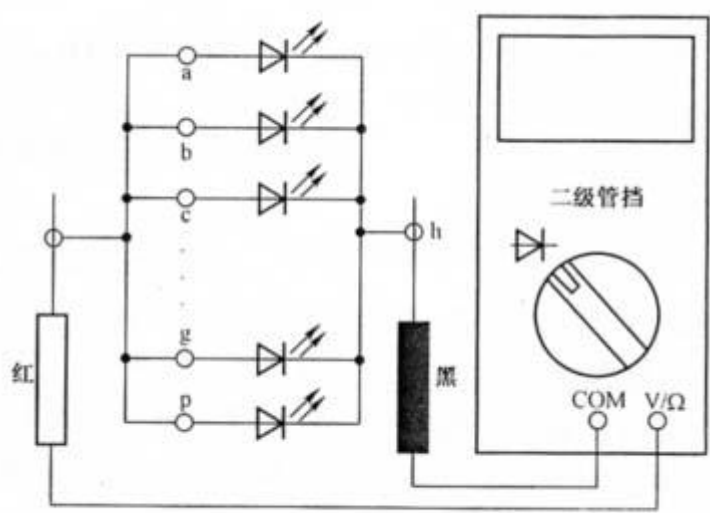

图 5-44 检测全笔段发光情况的接线图
前两步已将被测 LED 数码管的结构类型和引脚排列测出。接下来还应该检测一下数码管的各笔段发光性能是否正常。检测接线如图 5-44 所示，将数字万用表置于二极管档，把黑表笔固定接在数码管的公共阴极上（⑨脚），并把数码管的 a~p 笔段端全部短接在一起。然后将红表笔接触 a~p 的短接端，此时，所有笔段均应发光，显示出“8”字。